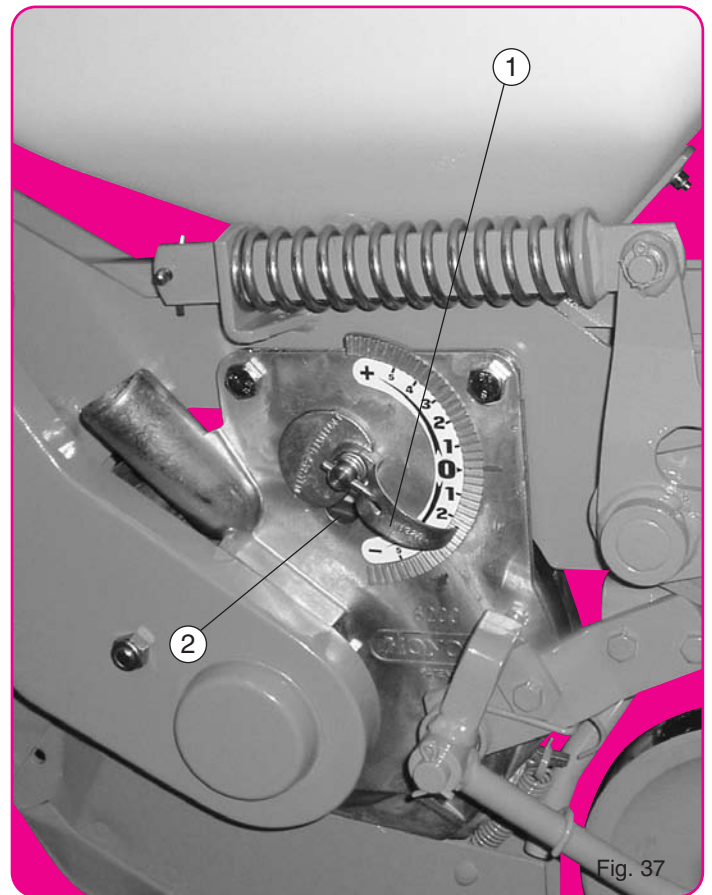

Fig. 37
L'index ① descendu vers le - (fig. 37) rapproche la plaque des trous, réduit l'aspiration (en ouvrant la prise d'air ②) ce qui provoque une tendance aux manques. Une fenêtre de contrôle sur le couvercle permet de s'assurer des résultats.
**Positions conseillées pour l'index ①**
Wenn der Wahlhebel ① auf - (Abb. 37) gestellt wird, verkleinert der Abstreifer die Löcher in der Säscheibe. Gleichzeitig wird die Saugleistung (das Lüftungsloch wird geöffnet) verringert ②. Bei dieser Einstellung können Fehlbelegungen vorkommen. Im Sägehäusendeckel ist ein Fenster, durch das Sie die richtige Einstellung beobachten können.
**Empfohlene Einstellungen des Verstellhebels ①**
When the indicator ① is positioned to - (fig. 37), it lowers the scraper over the holes, reducing the degree of suction (opening the size of the hole ②). This may cause skipping. A control window in the cover allows you to check the results.
**Recommended setting for indicator ①**